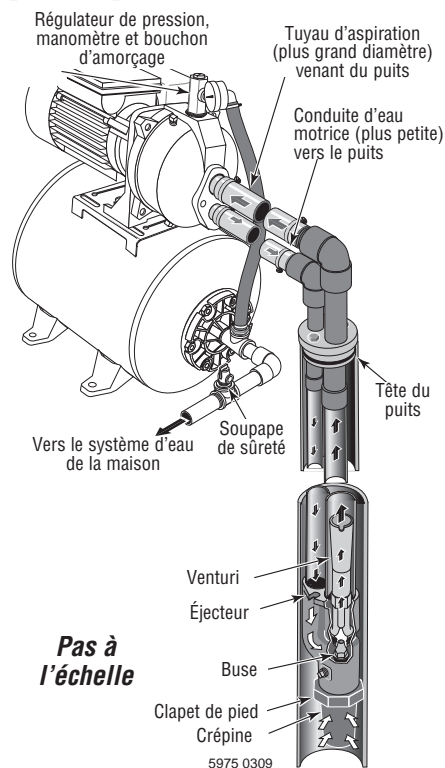

Figure 9 : Puits profond de 4 pouces et de plus grand diamètre
Puits de 4 pouces de diamètre ou plus grand (Figure 9)
- 2 ° Poser le nécessaire d'éjecteur. Voir la Figure 9. Suivre les instructions fournies avec le nécessaire de façon à assortir la buse et le venturi en fonction des conditions du puits.